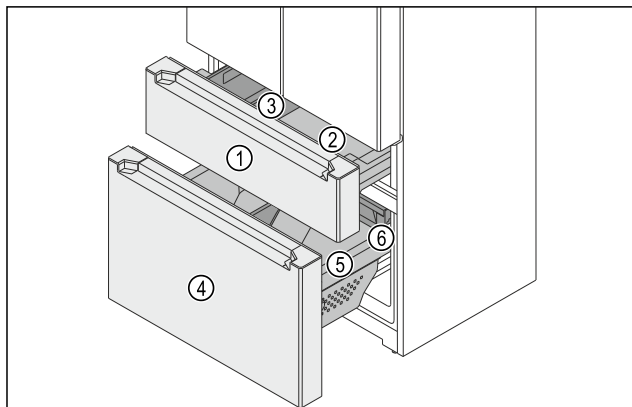

Fig. 149 Auszugswagen Gefrierteil
(1) Oberer Auszugswagen (4) Unterer Auszugswagen
(2) Behälter
(3) FlexBox
(5) Behälter
(6) Schubfach
Das Gefrierteil besteht aus zwei Auszugswagen. Im oberen Auszugswagen Fig. 149 (1) sind ein Behälter Fig. 149 (2) und eine FlexBox Fig. 149 (3). Im unteren Auszugswagen Fig. 149 (4) sind ein großer Behälter Fig. 149 (5) und ein Schubfach Fig. 149 (6). Sie können die Behälter im oberen und unteren Auszugswagen zur Reinigung entnehmen.